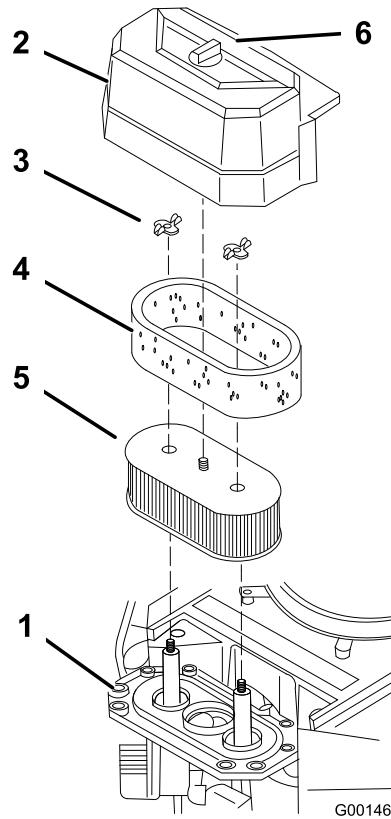

Figure 28
3. Nettoyez la surface autour du filtre à air pour éviter que des impuretés n'endommagent le moteur en tombant à l'intérieur (Figure 28).
4. Dévissez le bouton du couvercle et déposez le couvercle du filtre à air (Figure 28).
5. Dévissez les 2 écrous à oreilles et déposez l'ensemble filtre à air (Figure 28).
6. Sortez délicatement l'élément en mousse de l'élément en papier (Figure 28).
1. Ne nettoyez pas l'élément en papier – remplacez-le (Figure 28).
1. Glissez délicatement l'élément en mousse sur l'élément en papier (Figure 28).
2. Posez l'ensemble filtre à air sur sa base et fixez-le en place avec les 2 écrous à oreilles (Figure 28).
3. Mettez le couvercle du filtre en place et serrez le bouton (Figure 28).